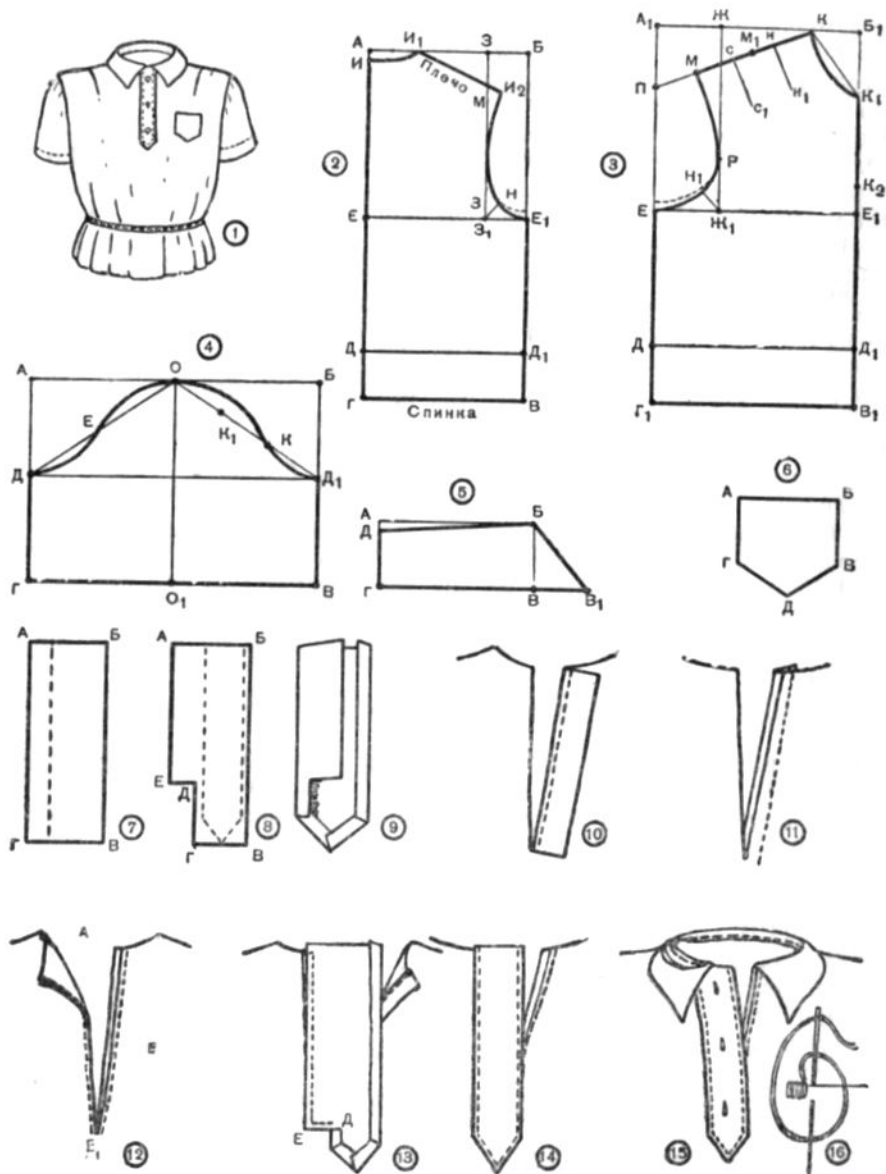

Рис. 223. Чертеж и выкройка блузки для пионерской формы:
У девочек застежка делается справа налево. Возьмите маленькую планку и пристрочите к левой стороне разреза, с лицевой стороны блузки (рис. 223 (10)). Затем ее отверните наизнанку и пристрочите, как на рисунке 223 (11).